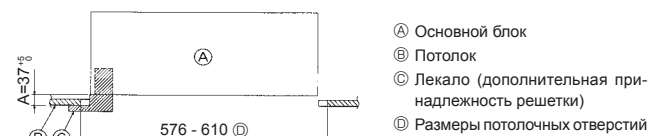

Fig. 2-6
3. Если основной блок нельзя выровнять относительно монтажного отверстия на потолке, его можно отрегулировать с помощью слота на монтажной плите. (Fig. 2-6)